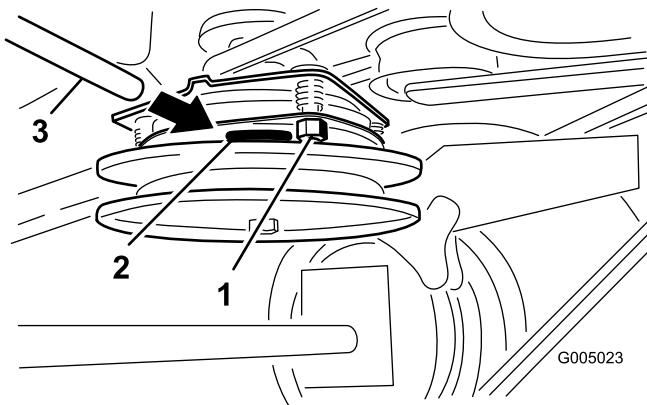

Figura 60
2. Apriete las contratuerzas hasta fijar ligeramente la galga pero dejando que ésta se pueda mover con facilidad en la separación (Figura 60).